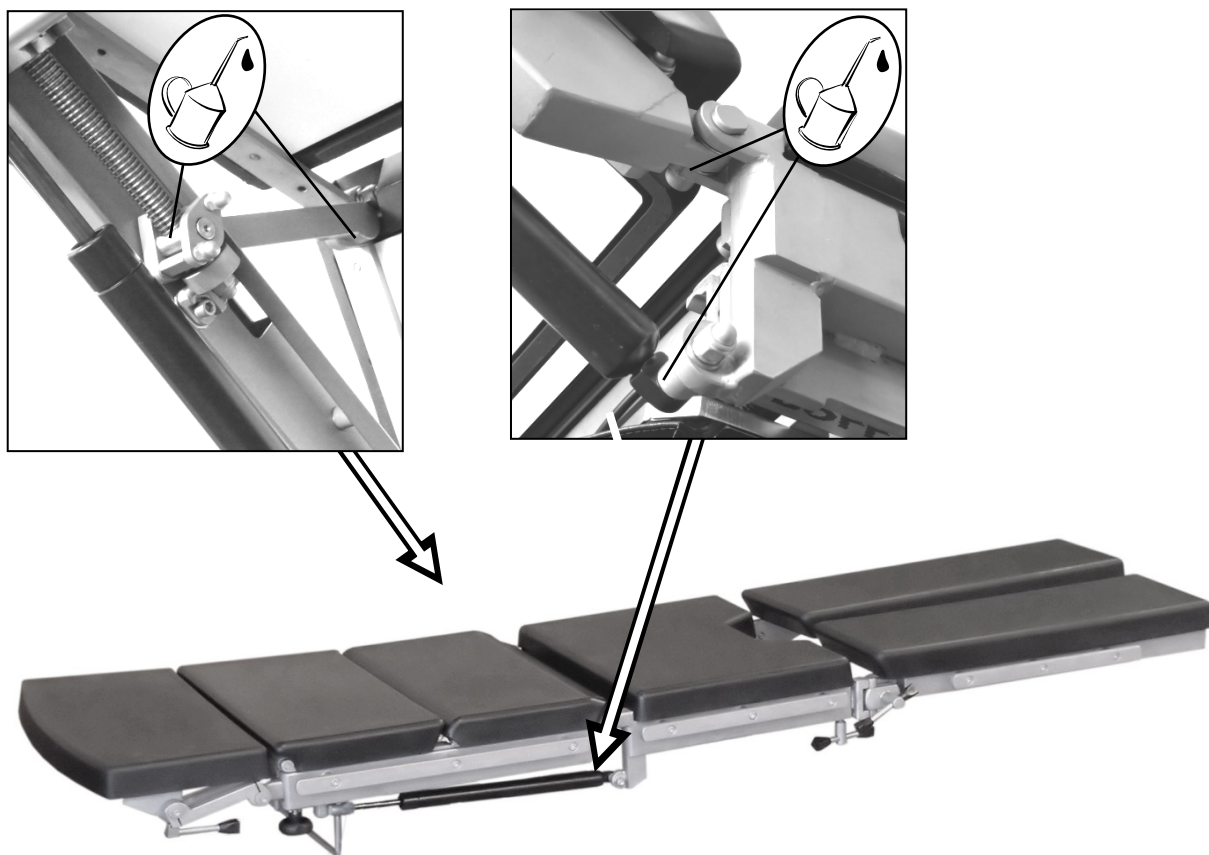

Рисунок 10. Схема смазки панели стола.
- смажьте все подвижные соединения панели стола тонким слоем технического вазелина либо светлым машинным маслом (Рисунок 10);
Смажьте подвижные соединения панели стола (Рисунок 10) тонким слоем технического вазелина или светлым машинным маслом. Удалите излишки масла салфеткой.